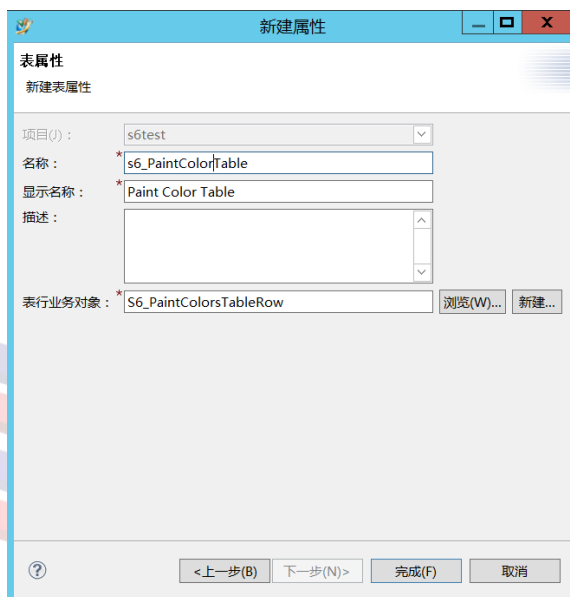

图 3
3、填写“表行业务对象”，如果已经新建了表行对象，直接选择即可，否则需要新建表行对象；此处以新建为例，如图 3 所示：